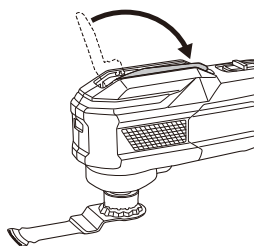

Fig. 11
- (5) Abaisser le levier. (Fig. 11)